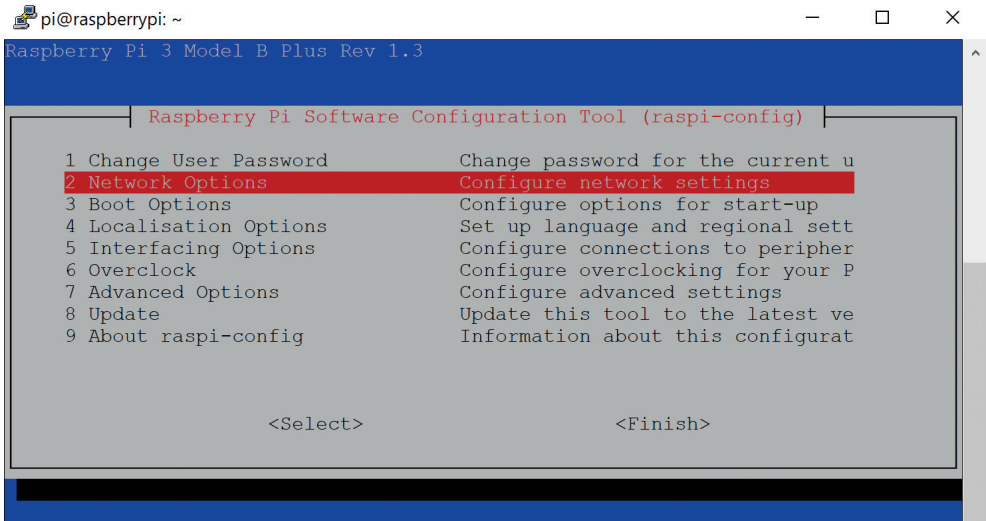

Рис. 4.6. Network Options (Сетевые опции)
1. В `raspi-config` выберите **Network Options** (сетевые опции), как показано на рис. 4.6. Чтобы выбрать запись, выделите ее с помощью стрелок на клавиатуре и нажмите **Ввод**.